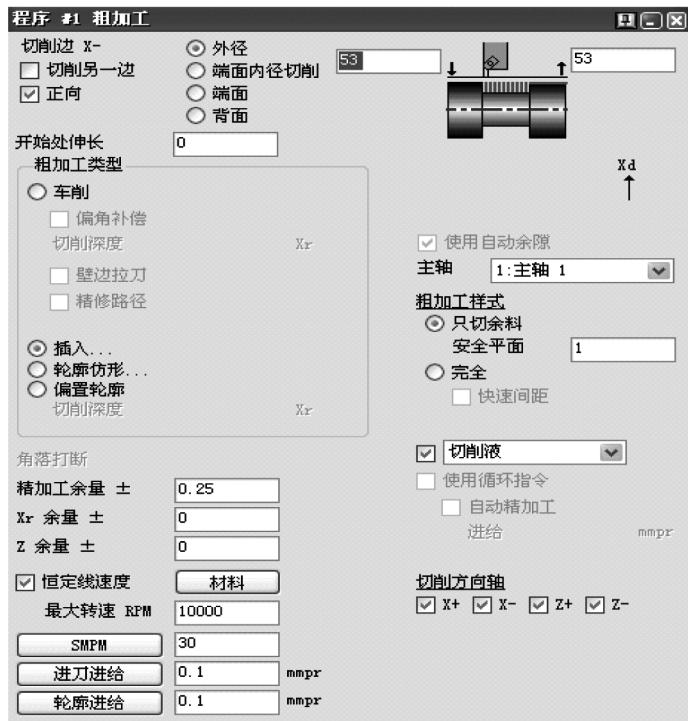

图 6-16 轮廓粗加工
4) 应用#7 刀具创建外轮廓粗加工程序, 如图 6-16 所示。